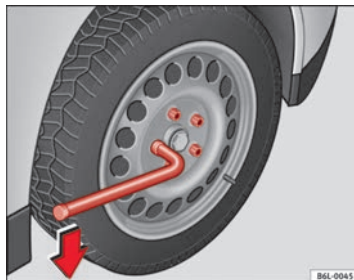

Fig. 137 Cambio de rueda: aflojar los tornillos de rueda
- Agarre la llave por el extremo y gírela aproximadamente una vuelta hacia la **izquierda** ⇒ fig. 137.